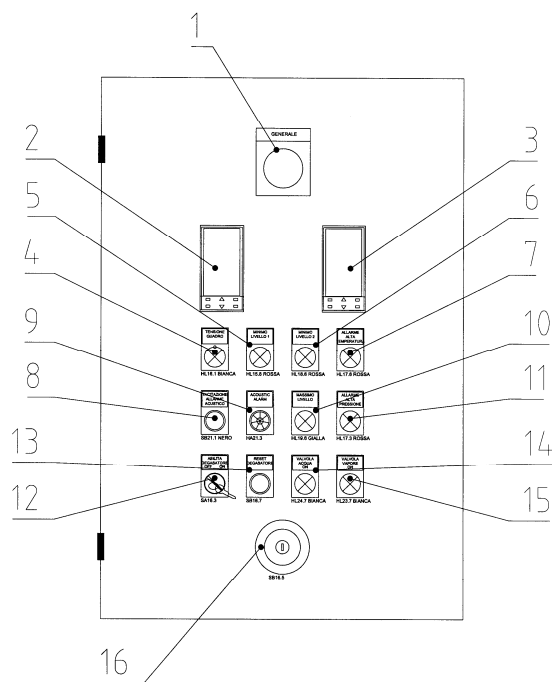

Рис. 12
- 4 Подать напряжение на электрический шкаф (Рис. 12), включив главный выключатель (1) и селектор (12), который управляет всеми пневматическими клапанами деаэрата.
- 6 Нажать кнопку перезагрузки деаэрата (13) для восстановления безопасного уровня воды.
### **5.3 ПРЕДОХРАНИТЕЛЬНАЯ АРМАТУРА (РИС. 12)**